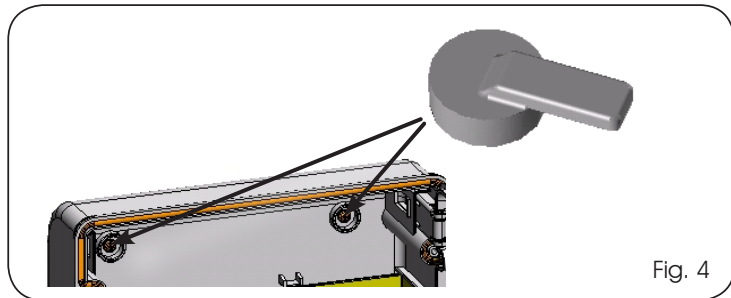

Fig. 4
Una vez fijada la caja en la posición deseada, tape los orificios de fijación (ref. ① Fig. 2) y los tornillos utilizados con las tapetas suministradas en dotación, tal y como se muestra en la Fig. 4.